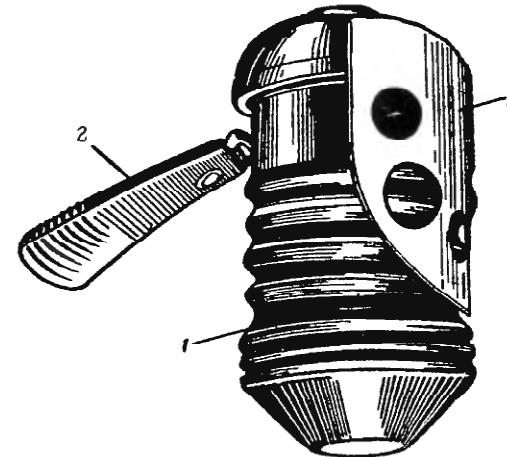

Рис. 91. Общий вид итальянской ручной гранаты Бреда:
3. Итальянская ручная граната Бреда (рис. 91)